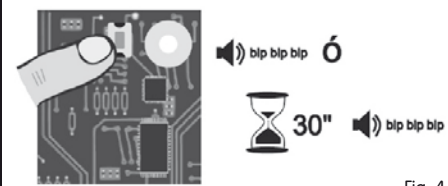

Fig. 4
3.- Para salir de programación puede hacer lo siguiente: (Fig. 4)